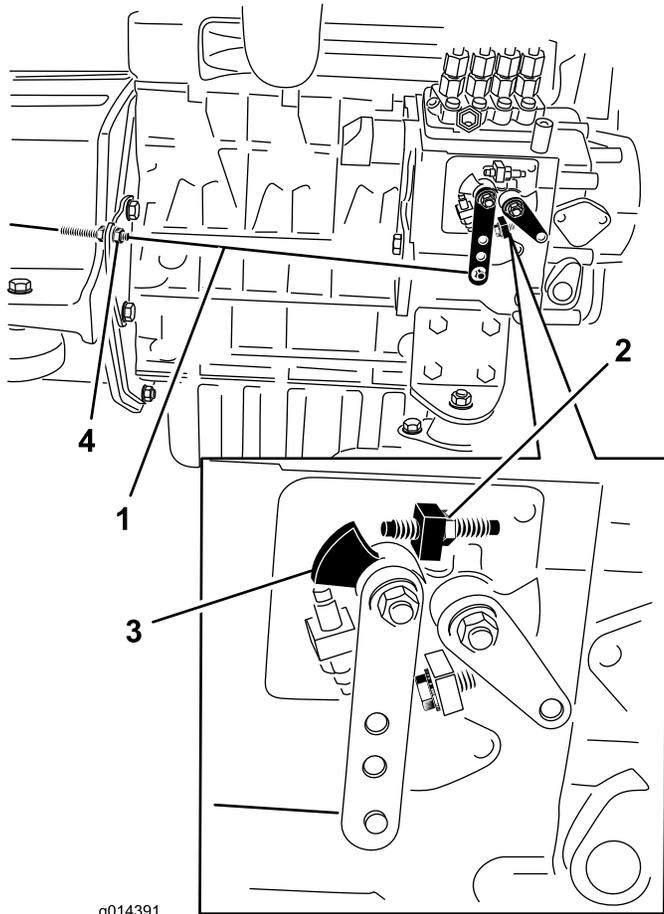

Bild 46
2. Überprüfen Sie die Stellung des Fahrgeschwindigkeitshebels auf der Einspritzpumpe für den Motorkraftstoff. Der Fahrgeschwindigkeitshebel sollte die Volllasteinstellschraube berühren, wenn sich der Gasbedienungshebel in der Leerlaufstellung „SCHNELL“ befindet (Bild 46).
3. Bei Bedarf kann die Position der Kabelklemmmuttern des Gasbedienungshebels angepasst werden, so dass der Fahrtriebshebel die Volllasteinstellschraube berührt, wenn sich der Gasbedienungshebel in der Leerlaufstellung „SCHNELL“ befindet (Bild 46).